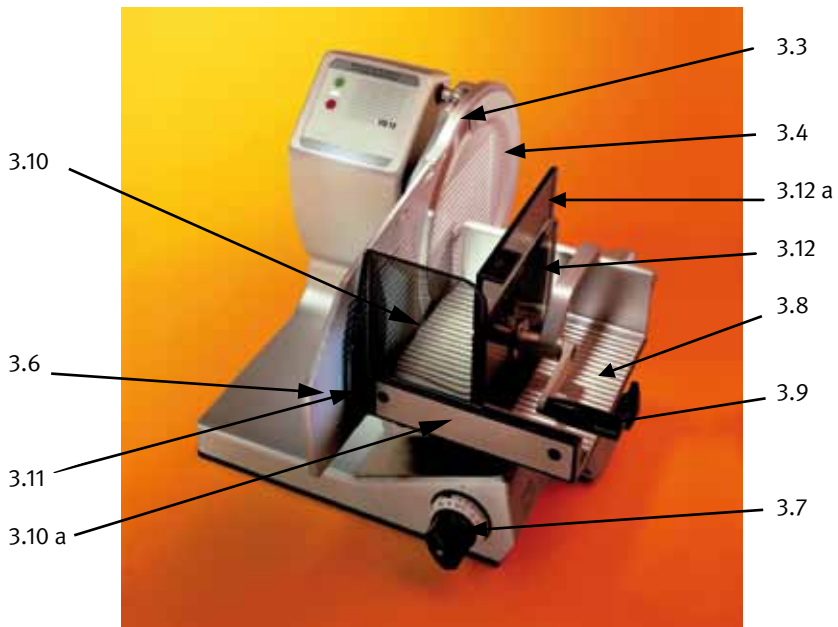

Abb. 1: Horizontalschneider
Eine Aufschnittschneidemaschine, bei der das Schneidgut dem Messer auf waagerechter Ebene (im Gegensatz zur schrägen Ebene beim Schwerkraftschneider) zugeführt wird (s. Abb. 1). Da das Schneidgut aber senkrecht geschnitten wird, wird diese Maschinenart von manchen Herstellern auch als „Vertikalschneider“ bezeichnet.
- Der Schlitten muss einen nicht abnehmbaren Fingerschutz und Daumenschutz aufweisen, die mit der Schlittenrückwand fest verbunden sind (s. Abb. 1).